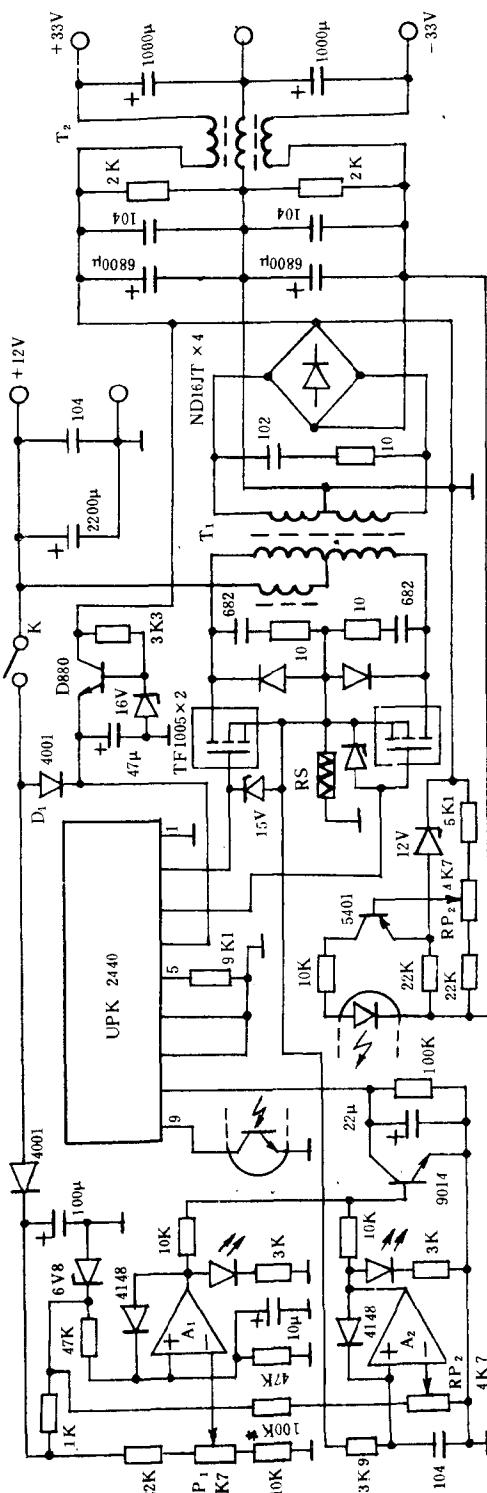

图 1
二、电路原理 图 1 为中山市达华电子厂生产的 200W 电瓶音响电源解剖电路原理，附表列出这种电源的主要性能指标。整机由核心控制电路、升压电路、直流变换输出电路和保护电路等四部分组成，下面分别介绍。
3. 直流输出变换：T1次级输出的是升压至所需电压值的交流方波，需对此电压进行直流变换。图1中采用4只大电流快恢复二极管作桥式整流，经电解滤波后，输出出音响功放所需的正负对称电源。
4. 保护电路：该电源具有软启动、欠压过流等保护功能。其中D880、K、D1等构成启动电路，闭合K时，首先由+12V通过D1向UPK2440④脚加电工作，T1输出30V电源再经D880稳压后得到约15V电压，供UPK2440正常使用，完成以弱控强的启动过程。A1等构成欠压关机电路，当电瓶电压降至10.5V门限值时，A1翻转输出高电平，经反馈使输出锁定。高电平经反相后使UPK2440第⑧脚电位为零，内部关断无输出。当电瓶充足后，重新启动K即可恢复工作，调节RP1可设定欠压保护值。A2等组成过流保护电路，过流信号由A2的同相端注入。当开头电路的电流达30A峰值时VRS>VRP2，A2输出高电平并自锁，同样经倒相后使UPK2440⑧脚为零，令内部关断，并点亮过流指示灯提醒使用者减轻负载后，再重新启动使用。调节RP2可设定过流保护值。该电源已设定在峰值30A左右。